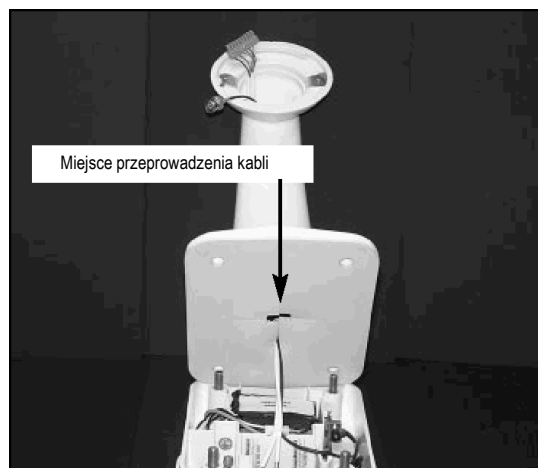

Rys. 1.
4.3.6 Przeprowadzić kable przez wysięgnik w sposób pokazany na rys. 1.
4.3.7 Dołączyć żyły do złącza 9-stykowego zgodnie z poniższym rys. 1.
*Jeśli mikroprzełącznik (p. rys. 1, po lewej), jest ustawiony do pracy w trybie RS-485, zacisk RXD funkcjonuje jako DATA (+) a TXD jako DATA (-).